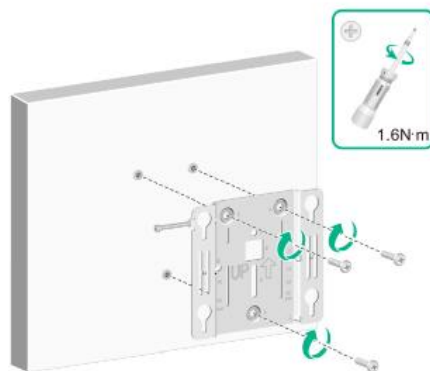

图 1-6 固定安装件
(5) 使用膨胀螺钉穿过安装孔，调整安装件的位置并拧紧螺钉，从而固定安装件到墙面，如图 1-6 所示。